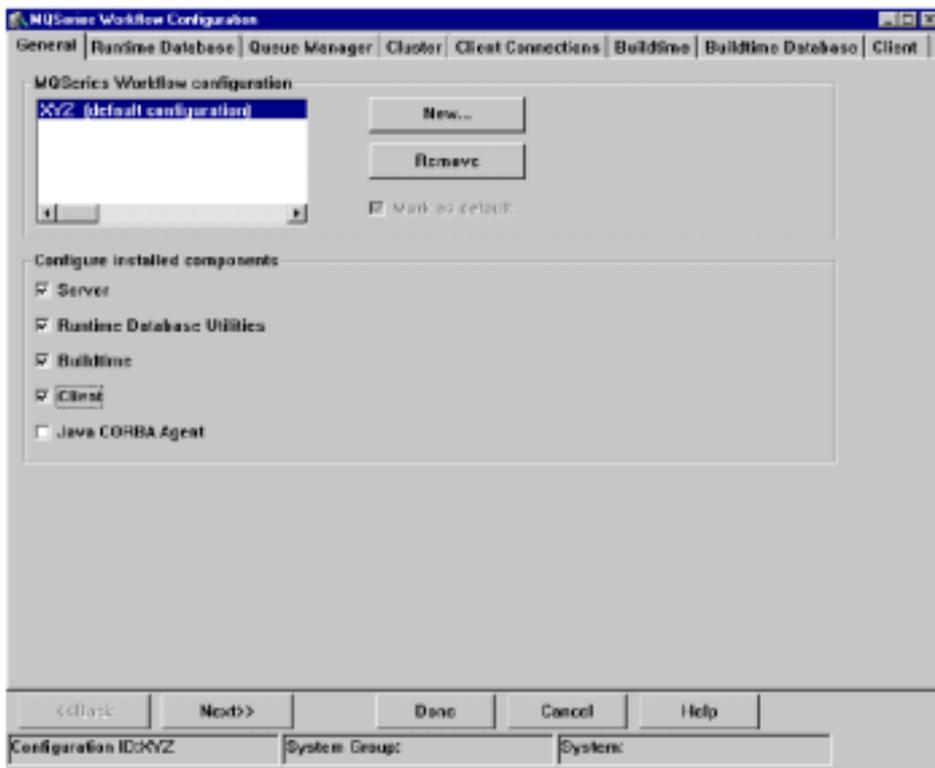
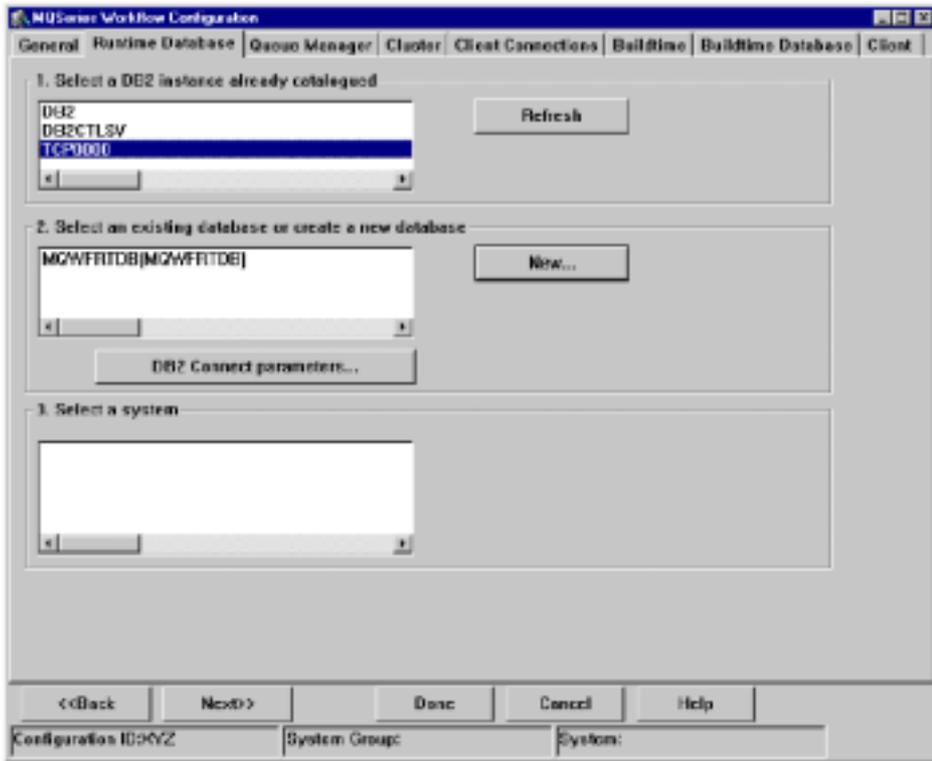

图 3-29 选择配置组件
图 3-30 选择预定义数据库
现在，在图 3-29 中选择配置 XYZ，然后选择服务器 (Server)、运行时 (Runtime)、数据库实用工具 (Database Utilities)、构建时 (Buildtime) 和客户机 (Client)。
单击下一步 (Next)，将显示当前 DB2 实例的列表 (图 3-30)。选择 TCP0000，将提示我们输入 DB2 用户 ID 和密码。正确输入之后单击确定 (OK)，我们将在面板 2 中看到现有数据库的列表，如图 3-29 所示。
在 MQSeries Workflow 安装窗口中有一些需要选择的选项。参见第 45 页图 3-29 所示的该窗口的实例。